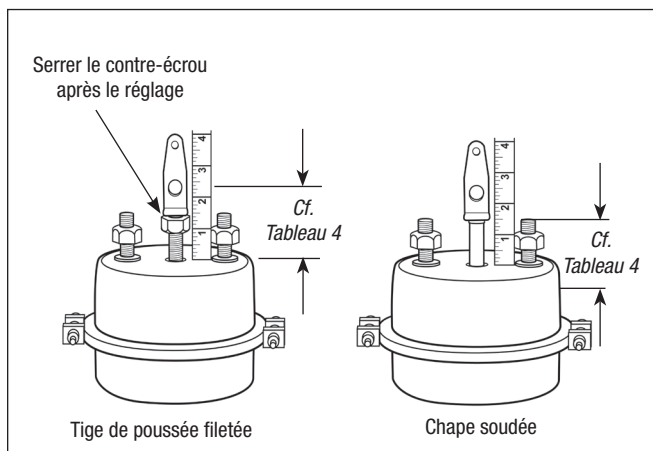

Figure 40 – Vérification du récepteur de freinage
2. Si l'on répare ou remplace le récepteur, vérifier la distance entre la face du récepteur et la ligne médiane du grand axe de chape. Cf. *Figure 40 et Tableau 4 quant aux réglageurs de jeu manuels*. Consulter les directives du fabricant sur les réglageurs de jeu automatiques.